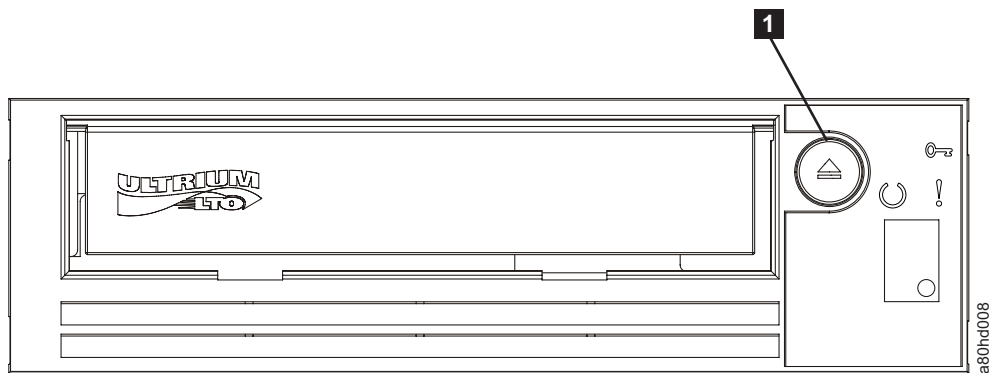

Figure 3-3. Réinitialisation du lecteur
Vous pouvez réinitialiser le lecteur sans mettre hors tension ni ce dernier, ni le système. Cette opération peut être nécessaire si le lecteur ne répond plus aux commandes. Pour ce faire, appuyez sur le bouton d'éjection situé sur le panneau avant du lecteur de bande et maintenez-le enfoncé pendant 10 secondes (figure 3-3, à la page 3-2). Le lecteur force la prise d'un cliché des données techniques essentielles dans sa mémoire et remplace le cliché existant. Il redémarre ensuite pour permettre les communications.
2. Appuyez sur le bouton d'éjection (voir **1** dans figure 3-3, à la page 3-2). Le lecteur rembobine la bande et éjecte la cartouche. Le voyant Prêt/activité clignote en vert pendant le rembobinage de la bande puis s'éteint avant l'éjection de la cartouche.